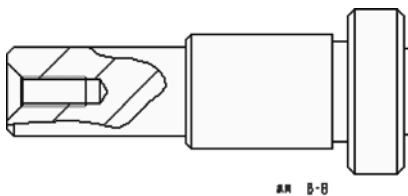

图 12-115 完成局部剖
- 8 在“绘图视图”对话框中单击“关闭”按钮，在主视图中完成的局部剖视图如图 12-115 所示。